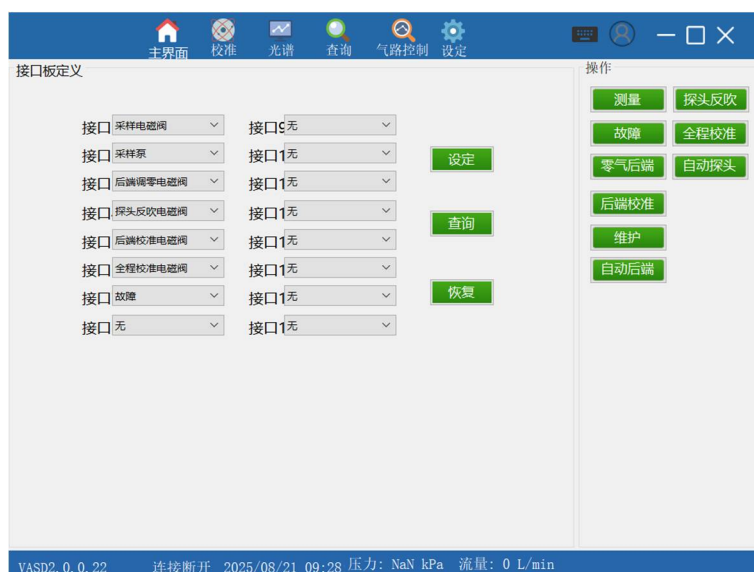

图 7.18 零气后端调零界面
- 后端校准：系统进入校准状态，此时校准电磁阀开启，电动高温球阀关闭，调零阀关闭，反吹电磁阀关闭。图 7.18 为调零界面。系统进入校准状态，此时校准电磁阀开启，电动高温球阀关闭，调零阀关闭，反吹电磁阀关闭。